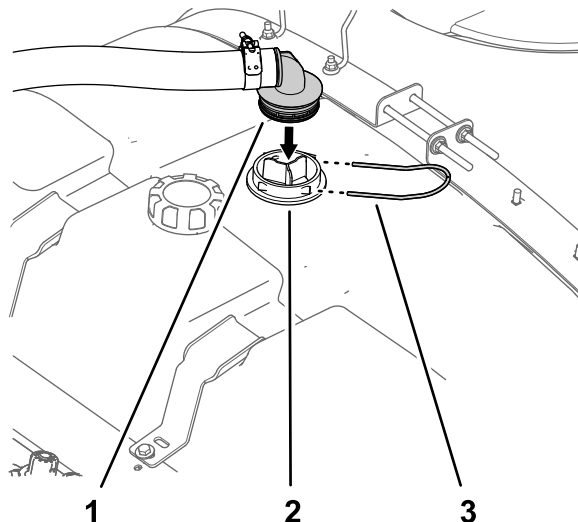

Figura 15
1. Allineate il raccordo dentellato a 90° del flessibile di alimentazione all'alloggiamento per la griglia di aspirazione (Figura 15).
2. Fissate il raccordo dentellato a 90° all'alloggiamento (Figura 15) con la forcina che avete rimosso al passaggio 4 di Preparazione del serbatoio di irrorazione \(pagina 7\).